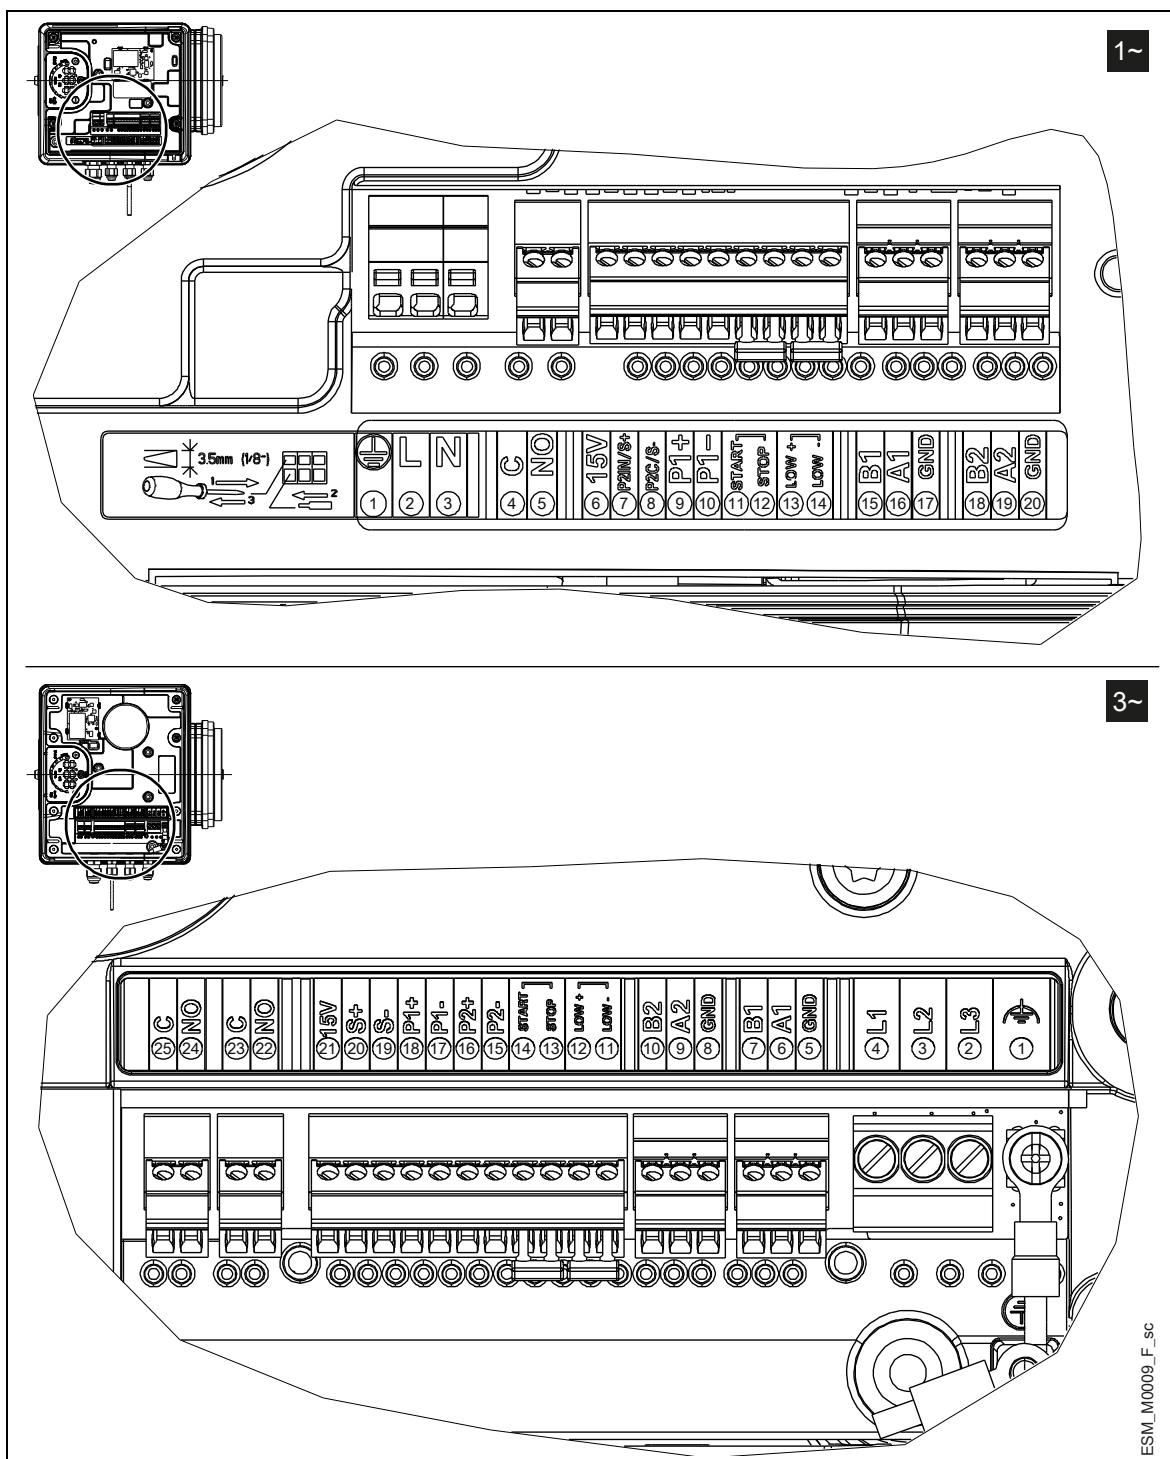

Рисунок 10. Маркування підключень
2. Підключіть кабель відповідно до електричної схеми.	Рис. 10